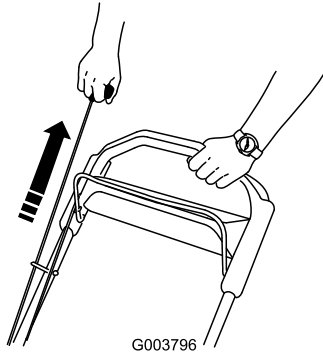

Figura 14
- Tire del arrancador de retroceso desde la posición de operación (Figura 14).